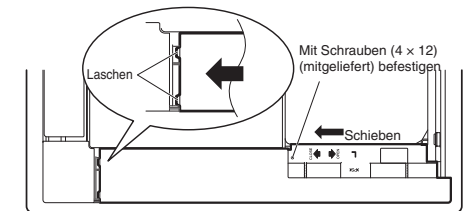

Abb. 7-11
- (1) Die Seitenverkleidung zur Anbringung in Richtung des Pfeils schieben. (Abb. 7-11)